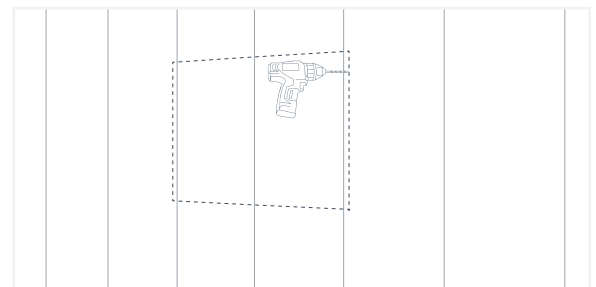

Fig. 60
4. Con un taladro o una sierra de corona, corte los orificios donde se ubicarán los puntos de montaje. Los orificios de montaje deben ser lo suficientemente grandes como para que los espaciadores encajen en el interior y ligeramente más grandes para permitir la expansión y contracción de los paneles circundantes. (Fig. 60)